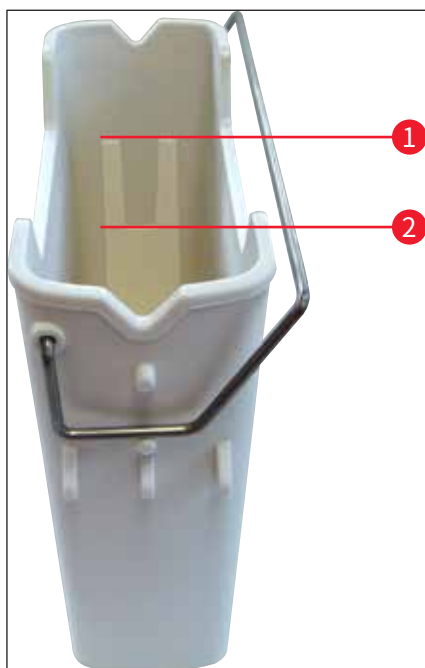

图 67
4. 检查填充液位是否足够 (→ 图 67),试剂是否无污垢。如有污染,应更换二甲苯 (→ 第 37 页 - 4.6.3 准备试剂缸并填充,然后插入加载抽屉),重新填充之前,应先清洁试剂缸。